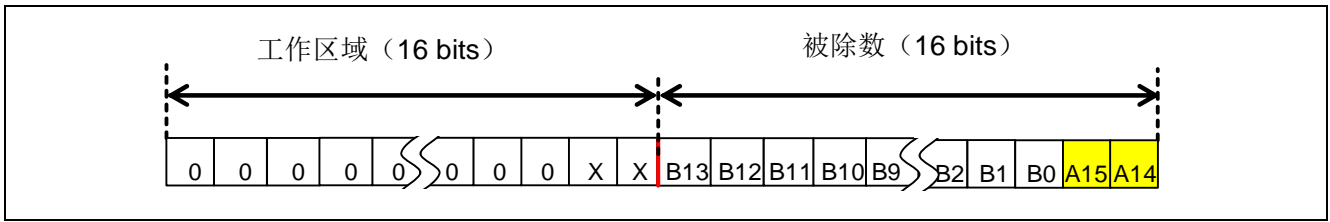

图 3.5 第二次执行结果
(4) 执行步骤 (2) 和 (3) 后的工作区域和被除数的结果如图 3.5 所示。